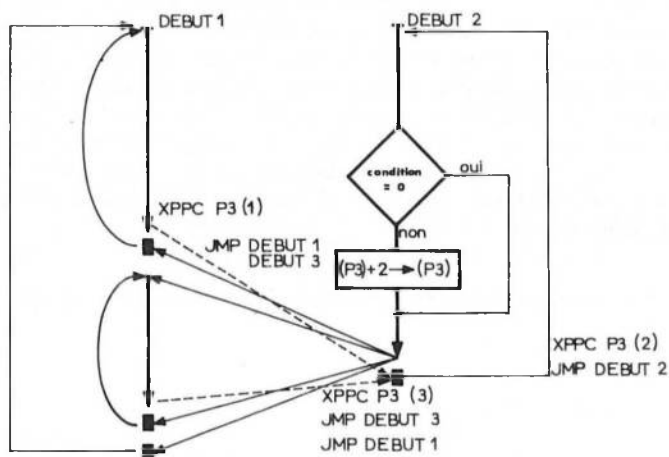

Figure 5
Il est évident, également, que de sortir d'un programme par un XPPC P3 et de placer après lui une instruction de branchement au début de cette séquence autorise d'y revenir par un XPPC P3. Pour l'instant, nous n'avons envisagé de retour que toujours au même programme d'une façon inconditionnelle. Mais il se peut que suivant des conditions, nous voulions enchaîner tel ou tel autre programme (II) soit après le sous-programme (I), soit après le sous-programme (I'). La **figure 5** illustre ce principe.
Les différents branchements sont indiqués pour l'exemple. Il va de soi que l'utilisateur peut exploiter conjointement les figures 5 et 6. Ainsi il est possible de combiner à l'infini un ensemble de sous-programmes.